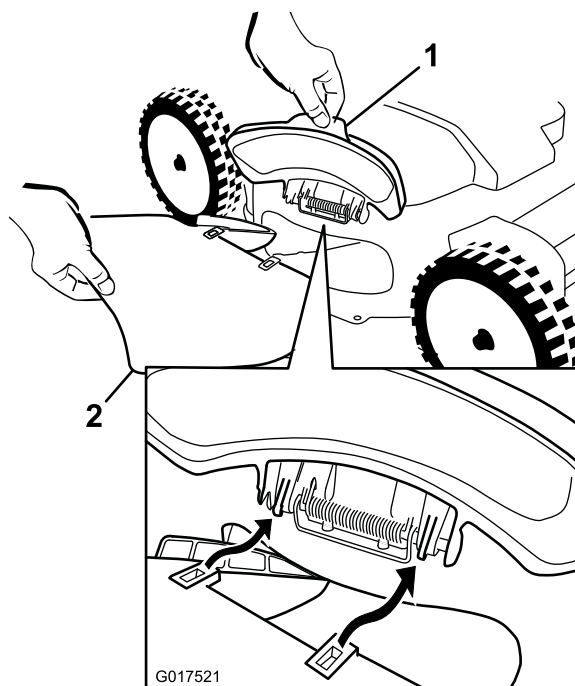
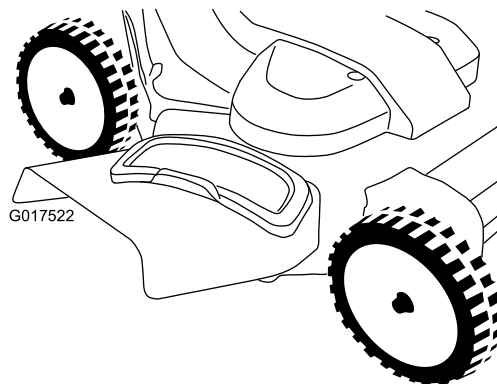

Figura 27
Figura 28
1. Alzate il deflettore di scarico laterale per aprirlo (Figura 27).
2. Montate il condotto di scarico laterale come mostrato in Figura 27 e Figura 28 e chiudete il deflettore sul condotto.